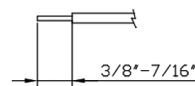

Figure 3
STEP 9: Cut supply cable to desired length. Strip black and white wire leads with wire strippers to expose 3/8"– 7/16" of bare metal (see Figure 3).
ÉTAPE 9: Coupez le câble d'alimentation à la longueur désirée. Dénudez les fils noir et blanc avec une pince à dénuder pour exposer 3/8po à 7/16po de métal nu (voir la Figure 3).